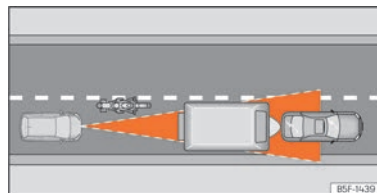

Fig. 105 Motociclista circulando por delante fuera del radio de acción del sensor de radar.
- Vehículos que circulen desalineados o fuera de la zona de detección del sensor, por ejemplo, motocicletas >>> **fig. 105.**